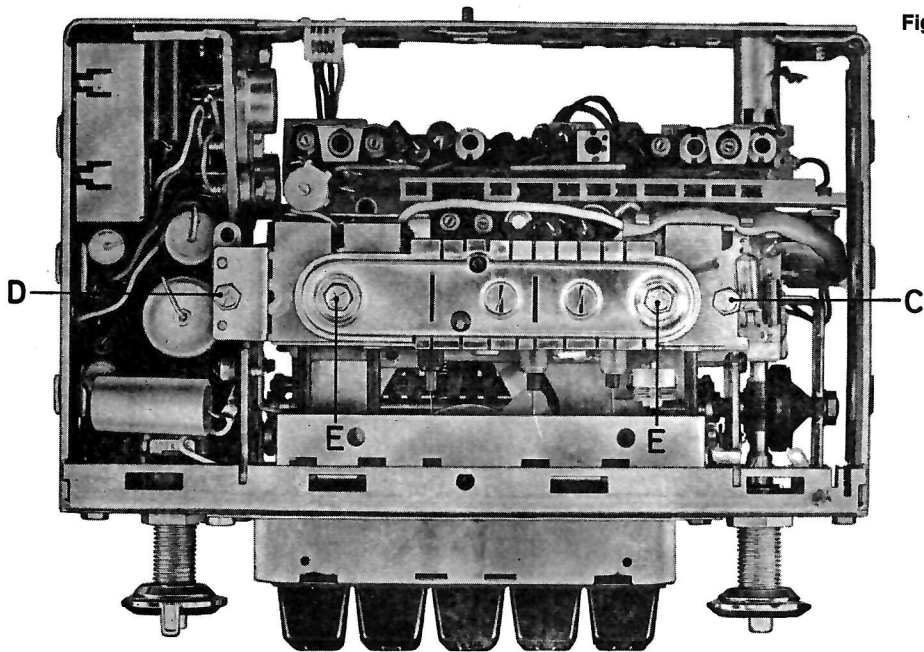

Fig. 2
- 2.2 Zum Ausbau der Spulenplatte die beiden Halteschrauben „C“ und „D“ herausdrehen, Fig. 2.
- 2.5 Spulenplatte um ca. 1,3 cm zurückschieben und mit Schraube „D“ befestigen (Fig. 2). In dieser Stellung können nach Hochklappen der ZF-Platte (Pkt. 1) Messungen und Wechsel von Teilen auf der Spulenplatte vorgenommen werden.
- 2.2 For removal of the coil board, remove the two mounting screws "C" and "D", fig. 2.
- 2.5 Slide coil board approx. 1.3 cm backwards and attach with screw "D" (fig. 2). In this position, measurements and exchange of parts on the coil board can be carried out after lifting the IF board (point 1).